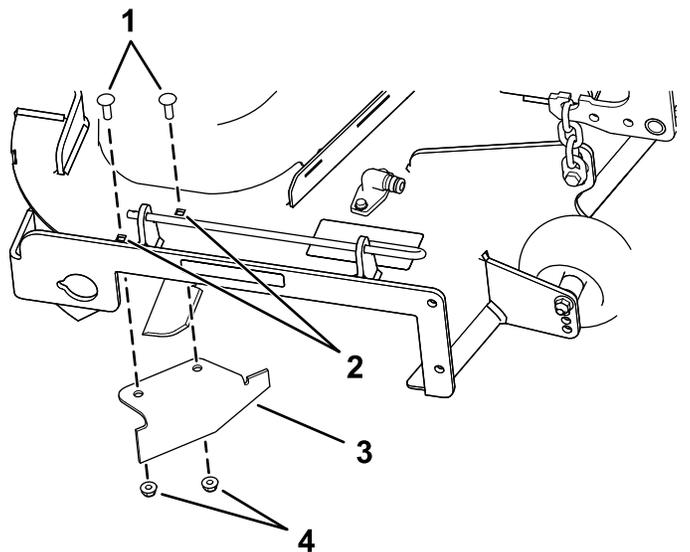

**Рисунок 14**
8. Отверните 2 контргайки (5/16 дюйма), которые крепят приваренные стержни правого дефлектора к верхней части деки газонокосилки в среднем положении и справа от среднего положения (Рисунок 14).